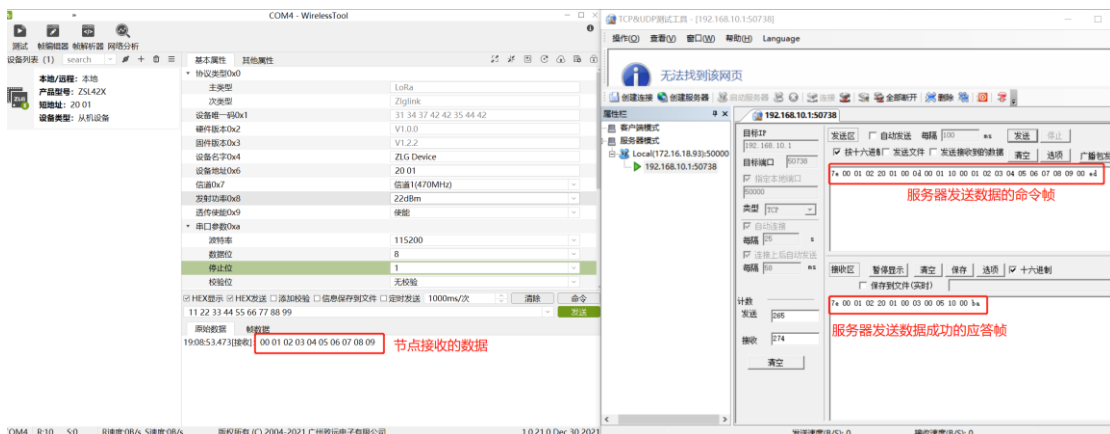

图 4.49 服务器使用命令帧发送数据
1) TCP 服务器给 0x2001 节点发送 16 进制数据：00 01 02 03 04 05 06 07 08 09，如图 4.49 所示，发送的命令帧：